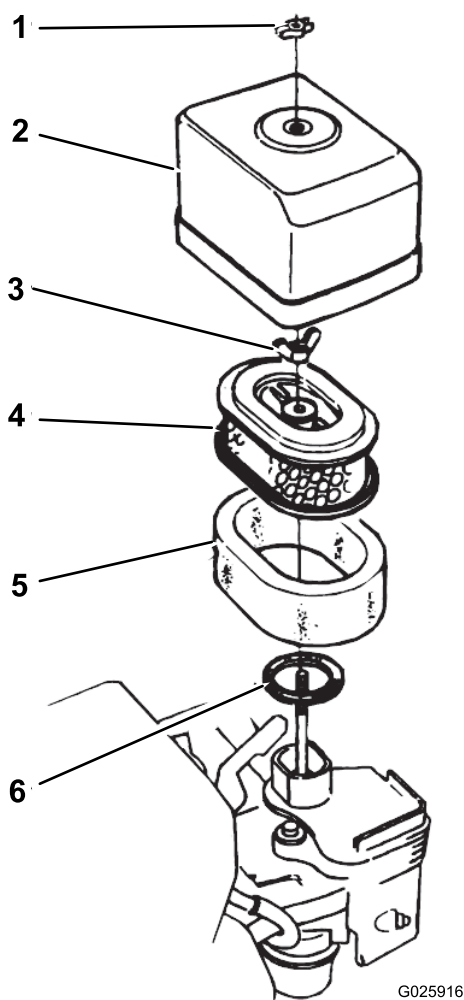

Figura 29
2. Retire a porca de orelhas que fixa a cobertura do filtro de ar e retire a cobertura (Figura 29).
4. Retire a porca do filtro de ar e retire o filtro (Figura 29).
5. Retire o filtro de esponja do filtro de papel (Figura 29).